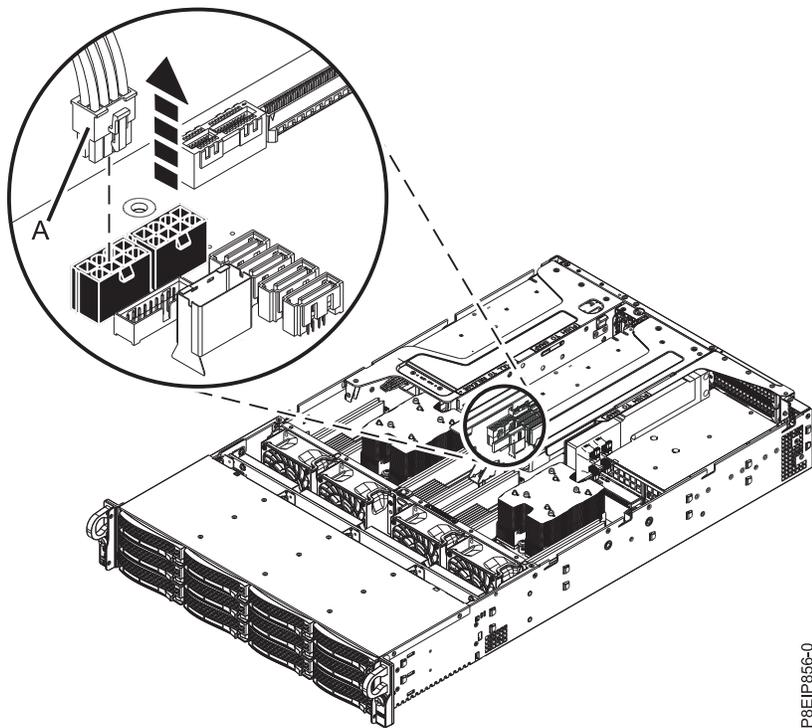

図 24. GPU 電源ケーブルのプラグを抜く
- c. GPU 電源ケーブル (A) のプラグをシステム・バックプレーンから抜きます ( 28 ページの図 24 を参照)。親指でコネクタのリリース・ラッチを押して、ケーブルを取り外します。